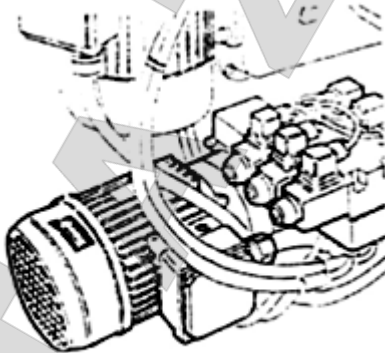

Fig 5
- Подключите станок к источнику питания, включите его и проверьте, соответствует ли направление вращения мотора стрелке на нем (рис. 5).